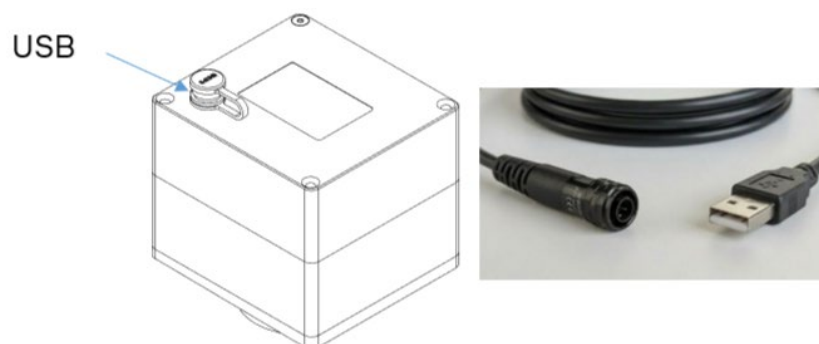

Рисунок 22 Расположение разъема USB
6.2.4. Подключить устройство через разъем USB 2.0 к ПК (Рисунок 22), после инициализации прибора проверить данные, указанные на этикетке прибора.